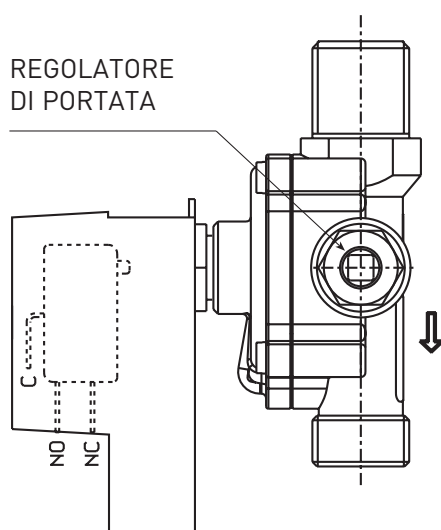

Fig. 5
2.2.2 Produzione acqua sanitaria "DUETTO HE" (fig. 5)
Per regolare la portata acqua sanitaria agire sul regolatore di portata del pressostato acqua (fig. 5):